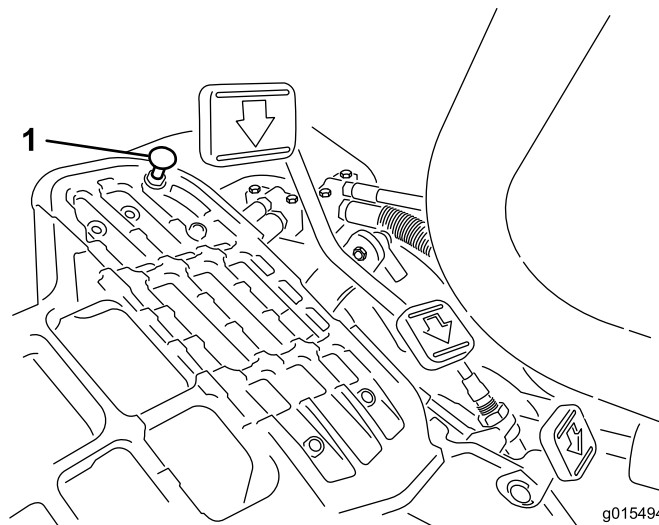

Figura 48
Pise el pedal de tracción. Si el pedal toca el tope (Figura 48) antes de que se note tensión en el cable, es necesario hacer un ajuste:
1. Afloje las contratuercas con arandela prensada que fijan el tope del pedal a la chapa de suelo (Figura 48).